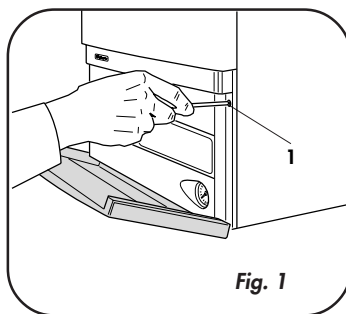

Fig. 1
- Svitare le due viti 1 di fissaggio del pannello comandi della caldaia (fig. 1).